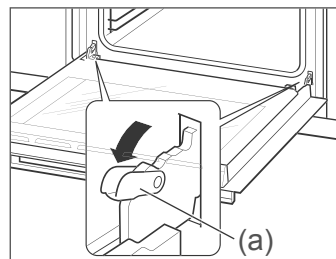

Fig.1
2. Aprire le due leve di bloccaggio a sinistra e a destra verso l'esterno (a) come rappresentato a fianco (Fig.1).